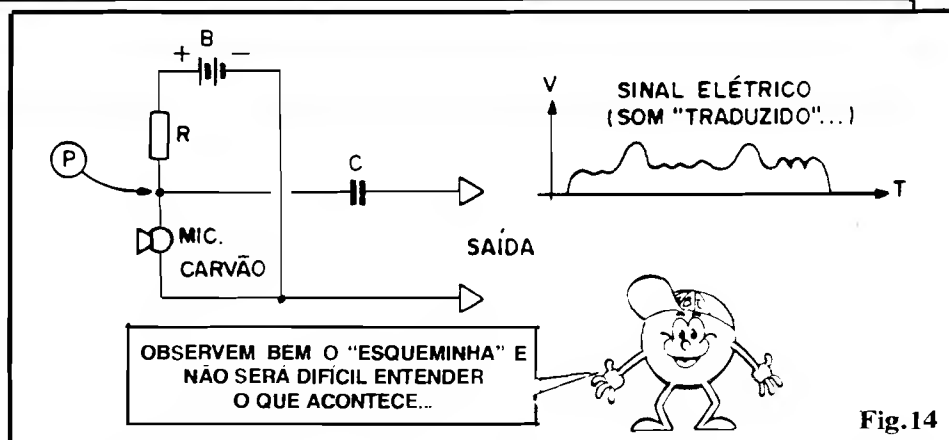

Fig.14
- **FIG. 14** - Apenas para ilustrar (falaremos com detalhes a respeito, em futura e específica "Aula", nas "Lições" sobre o casamento do SOM com a ELETRÔNICA...), vamos ver a acomodação típica de um MICROFONE DE CARVÃO, para que seus sinais possam ser convenientemente aproveitados e manejados pelos blocos circuitais seguintes... Se - conforme mostra o "esqueminha" da figura - "empilharmos" o microfone com um resistor comum, fixo, "R", alimentando esse pequeno conjunto/série com pilhas ou bateria ("B"), estabeleceremos um **DIVISOR DE TENSÃO**... Supondo que a Resistência, em repouso, do microfone, seja igual ao valor nominal do resistor "R", teremos (também no repouso) uma Tensão, no ponto "P" igual à **metade** da "voltagem" fornecida pela bateria "B". Quando alguém fala à frente do microfone, sua Resistência intrínseca varia, determinando proporcionais e correlacionadas alterações na Tensão presente no ponto "P"... Para que possamos "retirar" esse sinal/variação do sistema, sem interferir com as Correntes e Resistências inerentes ao bloco, interpomos um capacitor C, com valor que permita a rápida carga/descarga das tais variações na "voltagem"... Assim processado, o sinal elétrico (nada mais do que "som traduzido") pode ser facilmente aproveitado, para eventual amplificação (ou mesmo para utilização direta, em alguns casos! Observem que o mais **importante** na pequena "Lição" visualizada na fig. 14 é a presença do **DIVISOR DE TENSÃO** (formado pelo